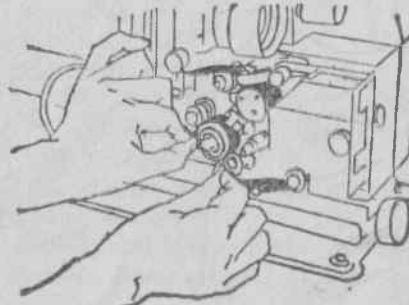

Рис. 21. Укладывание фильма на задерживающий барабан
8.1.8. Указательным пальцем левой руки поправьте петлю под фильмовым каналом так, чтобы она достигла риски с буквой «О» (рис. 21).
8.1.10. Обогнув качающийся ролик демпфера, введите фильм между задерживающим барабаном и его роликами до упора, как показано на рис. 21. Убедитесь в том, что перфорационные отверстия легли на зубцы барабана.